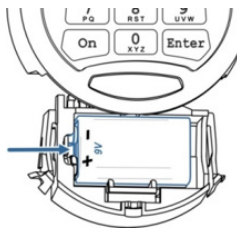

Fig. 5.2
- Sconnettere la pila dai punti di contatto sul lato destro, come indicato in Fig.5.2.